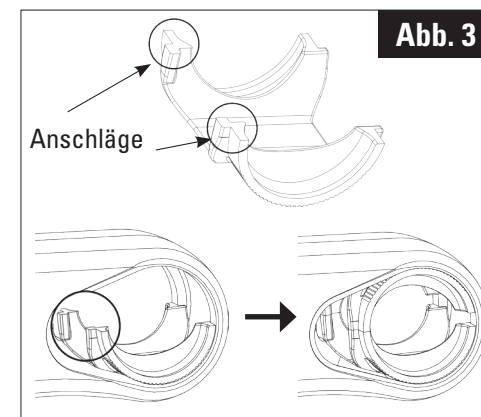

Abb. 3
1. Eine der Halbschalen (11) horizontal in den Lenkervorbaukörper einführen, danach die zweite Halbschale (die Anschläge müssen einander gegenüberliegend und nach vorn positioniert sein: Abb. 3).